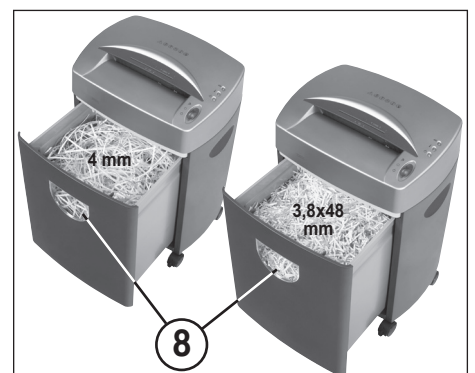

Abb. 3
AUFFANGBEHÄLTERS (Abb. 3):
Wird das Schnittgut im Kontrollfenster zur Füllstandsanzeige (8) (Abb. 3) sichtbar muss der Auffangbehälter entleert werden.